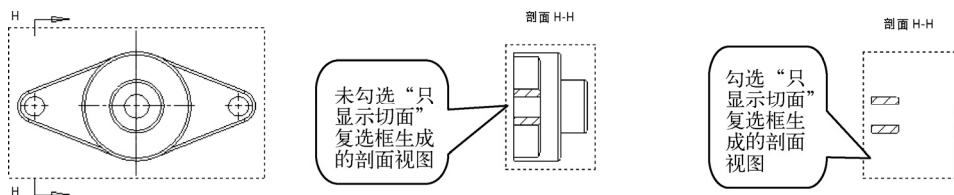

图 7-56 “只显示切面”复选框的作用
- “只显示切面”复选框：用于设置只显示剖面线切除的曲面，如图 7-56 所示。